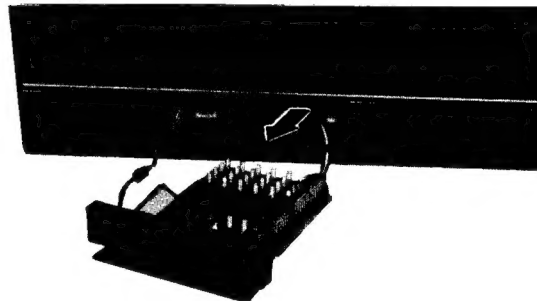

Fig. 3-2 Abb. 3-2
2. Pull the convergence board towards you in fig. 3-2.
1. Die zwei Schrauben (I) in Abb. 3-2 entfernen.
2. Die Konvergenzplatte gegen sich ziehen, wie in Abb. 3-2 gezeigt.